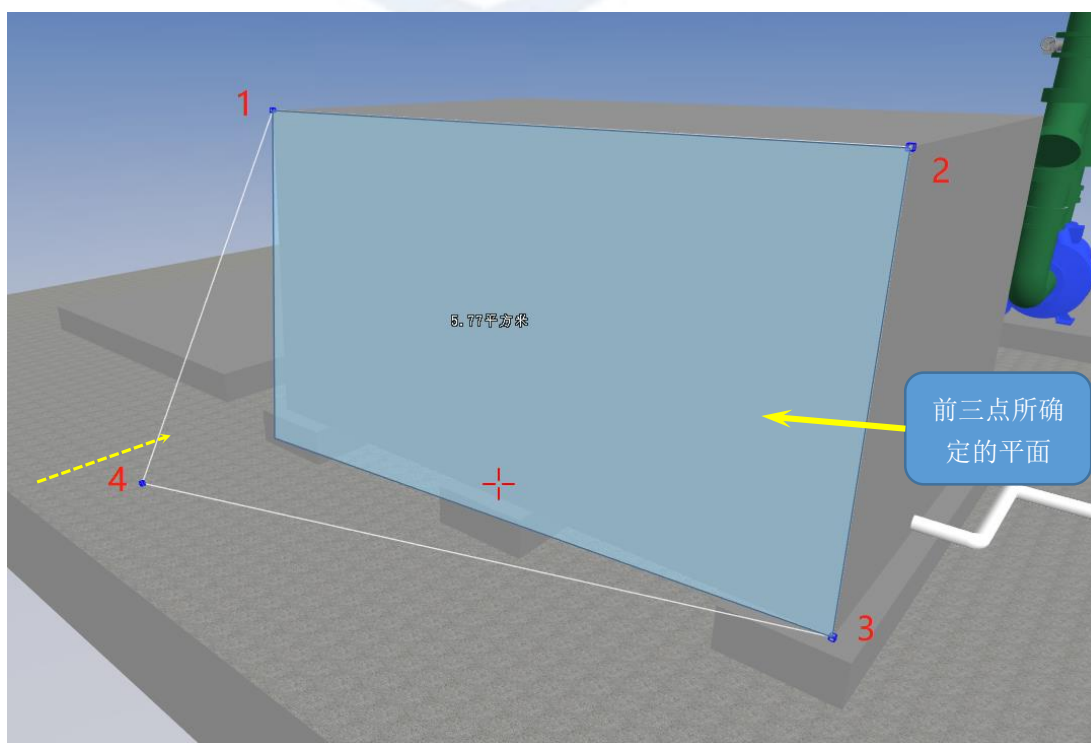

图 2 多点异面测量
- 若选取多个点不在同一平面，则根据前三个点确立一个平面，再将其他点投影至该平面计算面积（如图2所示）。